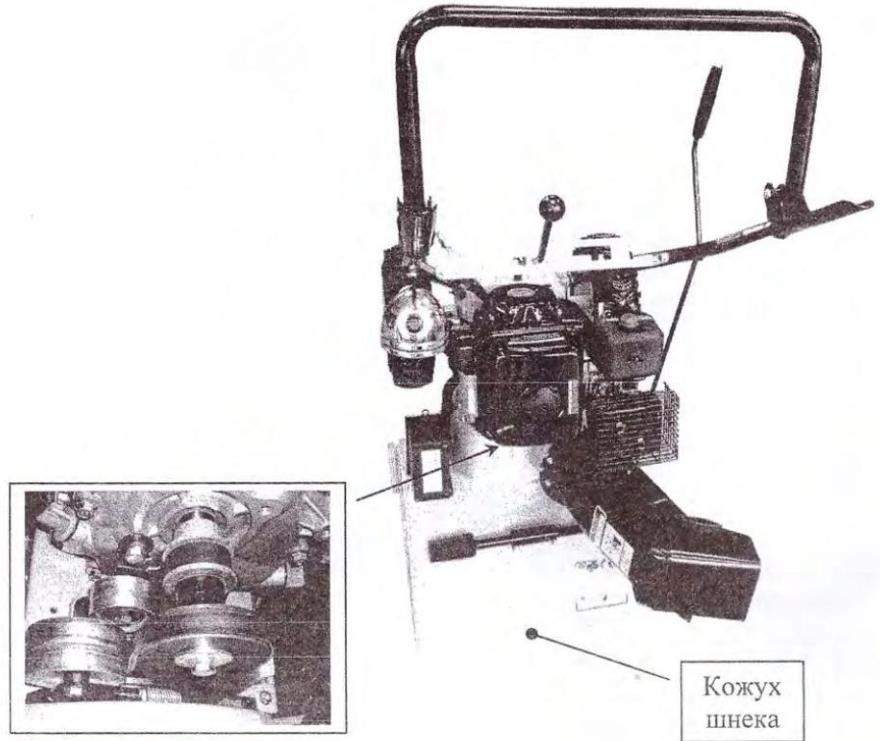

Рисунок 12
4. Поставьте снегоуборщик вертикально, облокотив его на кожух шнека. Смотри рисунок 12.